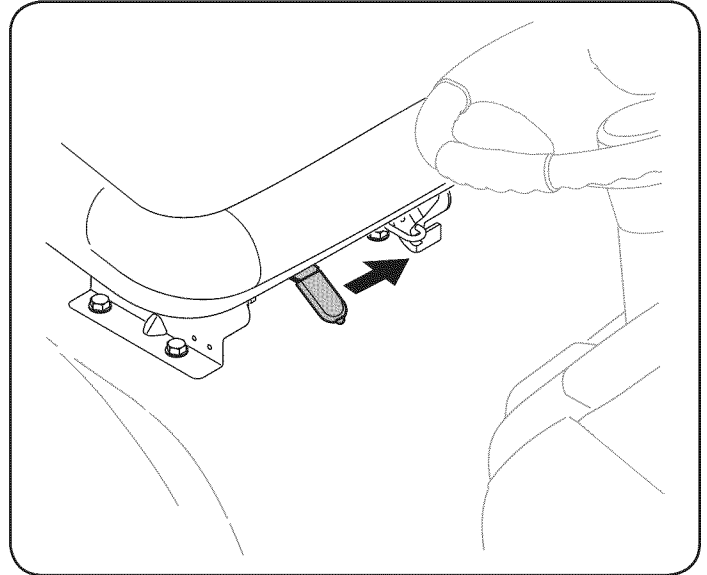

Figura 5
- Para ajustar la posición del asiento en los modelos equipados con una palanca de ajuste del asiento, mueva la palanca de ajuste del asiento (situado debajo del asiento) a la izquierda y deslizar el asiento hacia adelante o hacia atrás. Véase la figura. 5. Asegúrese de que el asiento se fija en su posición antes de operar el tractor.